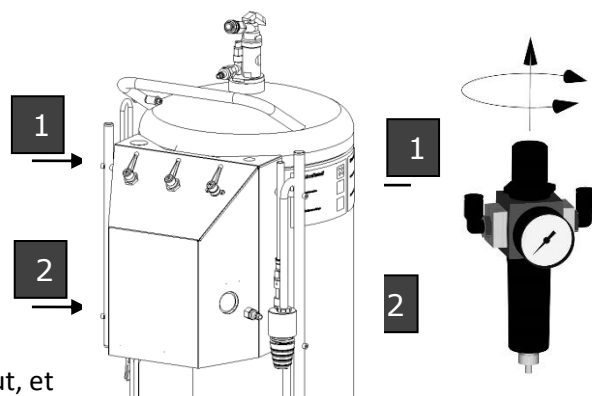

Figure 1
- Ouvrir le boîtier du TankQuick en le rabattant. Dévisser pour ce faire les deux vis supérieures (1) et desserrer les deux vis inférieures (2).
- Tirer le bouton du régulateur de pression vers le haut, et régler la pression de service maximale de 6,5 bar par une rotation du bouton (voir fig. 1).